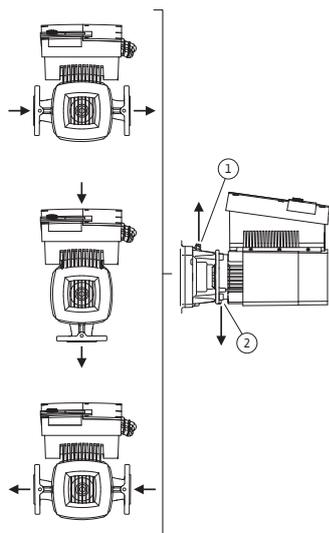

Fig. 23: Posizioni di montaggio ammesse con albero del motore orizzontale
Le posizioni di montaggio ammesse con albero del motore orizzontale e modulo elettronico verso l'alto (0°) sono illustrate alla fig. 23. Non sono illustrate le posizioni di montaggio ammesse con modulo elettronico montato lateralmente ($\pm 90^\circ$). Ogni posizione di montaggio è consentita tranne "modulo elettronico verso il basso" (-180°). Lo sfiato della pompa è garantito solo se la valvola di sfiato è rivolta verso l'alto (fig. 23, pos. 1).
Solo in questa posizione (0°) il condensato formatosi può defluire attraverso il foro presente, la lanterna pompa e il motore (fig. 23, pos. 2).